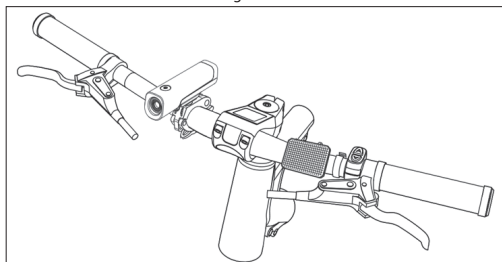

Figura 9-3
- Montate il riflettore anteriore e la campana sul manubrio, come illustrato nella **Figura 9-3**.